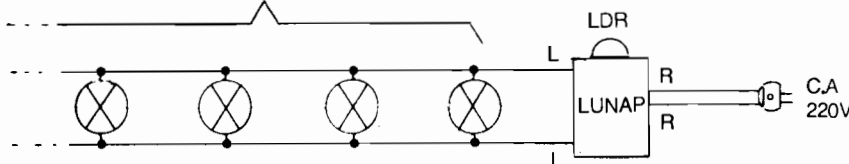

Fig.6
**- FIG. 5 - SUGESTÃO PARA "ENCAIXAMENTO" DA LUNAP...** - Muitas são as possibilidades de acabamento externo, e de acomodação do circuito num eventual **container**, de modo a dar uma "cara" realmente profissional à montagem... A figura mostra um dos possíveis **lay outs** gerais, a partir de uma caixa plástica padronizada, nas convenientes dimensões, com o LDR posicionado, externamente, no topo da dita cuja, nas convenientes dimensões, com o LDR posicionado, externamente, no topo da dita cuja, protegido pela campânula translúcida (ver **OPCIONAIS/DIVERSOS**, na LISTA DE PEÇAS...), e com a barra de 4 conetores parafusáveis (destinados às ligações à rede e a lâmpada...) numa das laterais (identificar direitinho cada um desses conetores, para que não surjam confusões **perigosas**, no momento da instalação final...). Se adotado o "jeito" sugerido na figura, para o acabamento da LUNAP, bastará posicionar a caixa junto a uma janela do local, de preferência do tipo **vitreaux** (sem vedações opacas à luz proveniente do céu, lá fora...), e puxar as devidas fiações conforme indica a FIG. 4 (e, adiante, a FIG. 6...). Em alguns casos e instalações específicas, talvez seja mais prático ou conveniente colocar o sensor (LDR) afastado da caixa contendo o circuito principal... Isso pode ser feito, sem problemas, simplesmente "puxando-se" um par de cabinhos isolados, dos pontos F-F da placa até os terminais do dito LDR... Quanto a este, recomendamos sempre a cobertura por um difusor de material translúcido (branco, leitoso, semi-trans-
- FIG. 6 - COMANDANDO UMA "PORRADA" DE LÂMPADAS... - Dentro das máximas "wattagens" já indicadas, e dependendo da Tensão da rede local, não apenas uma, mas várias lâmpadas poderão ser efetivamente controladas pela LUNAP... Basta que todas as lâmpadas sejam eletricamente "paraleladas" e simultaneamente ligadas aos pontos L-L da placa (ou via conetores externos à caixa, como sugere a FIG. 5...). A "soma" de 300W em 110V ou - mais ainda - o total de 600W em 220V, proporcionam uma razoável Potência luminosa final, suficiente mesmo para grandes áreas externas, diversos corredores, halls internos de boas dimensões, etc. Apenas uma recomendação: se a Potência requerida estiver nas proximidades dos limites máximos já mencionados, convém dotar o SCR (TIC 106D) de um pequeno dissipador de calor, fixando-a à lapela metálica do componente, e tendo o cuidado de não permitir que a estrutura metálica do dito dissipador toque qualquer outro ponto metálico do circuito, terminais de componentes ou conexões...